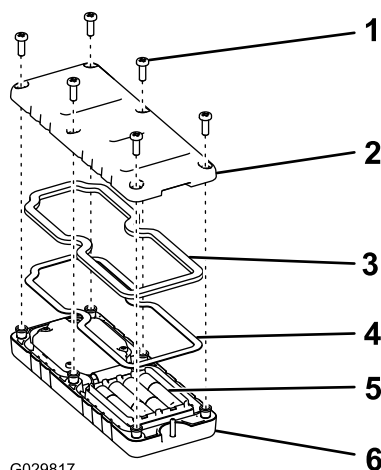

Рисунок 6
2. Вставьте каждый элемент питания в гнездо с клеммами, соблюдая полярность (Рисунок 6).
3. Убедитесь в том, что стальная прокладка и резиновое уплотнение находятся в канавке пульта дистанционного управления, и установите заднюю крышку на место (Рисунок 6).
4. Закрепите крышку 6 винтами (Рисунок 6) и затяните их с моментом 1,5-1,7 Н·м.